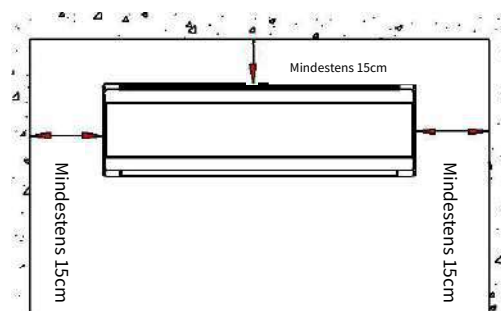

Abb. 1
- Stellen Sie sicher, dass der in Abb. 1 erforderliche Abstand eingehalten wird.
- Die Rückseite des Innengeräts sollte sich nahe an der Wand befinden (Abb. 1).